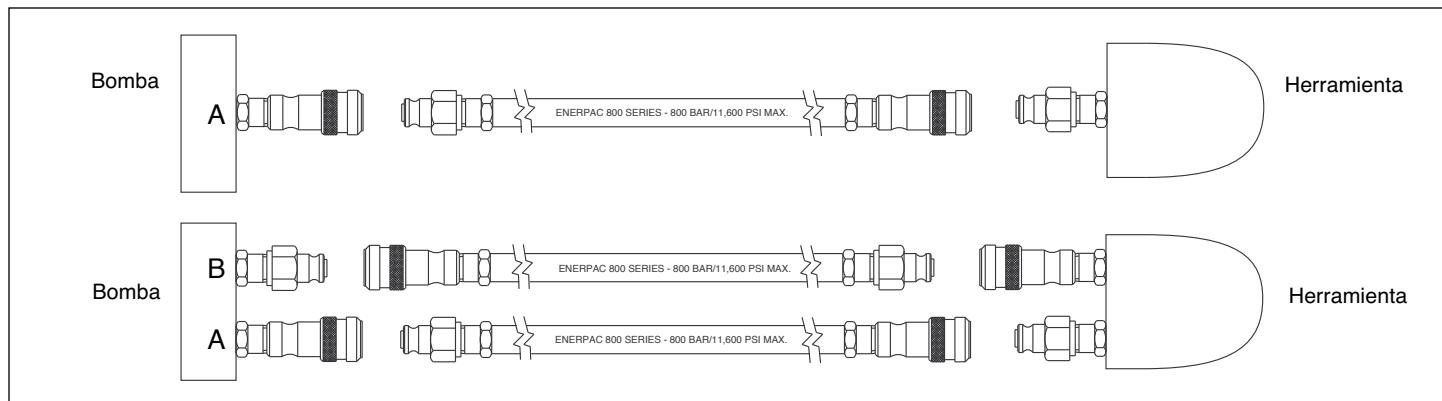

Figura 4 - Acoplamientos a la llave dinamométrica
- Conecte el otro extremo de la manguera al acoplador de la llave, tal y como se muestra en la figura 4. Apriete con la mano los anillos de seguridad acopladores.
2. Acople las mangueras a la llave dinamométrica, tal y como se muestra en la figura 4. Apriete con la mano los anillos de seguridad acopladores. Cuando utilice el combinado de llave dinamométrica y bomba Enerpac, las mangueras de la Serie 800 están diseñadas para que la salida de la bomba correspondiente al avance sólo se pueda conectar a la entrada de avance de la llave, y la salida de la bomba correspondiente a la retracción únicamente se pueda conectar a la entrada de retracción de la llave.